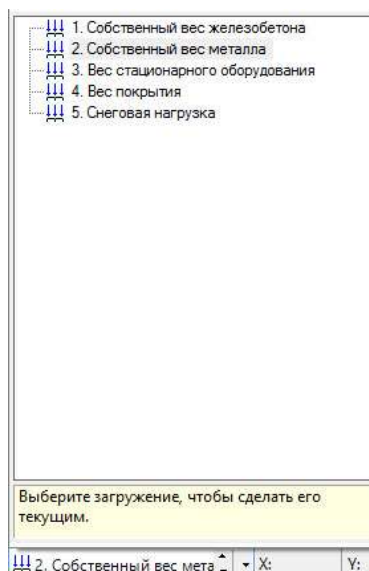

Рис. 3.42 Панель выбора активного загрузения
- После назначения собственного веса в первом загрузении активируйте второе загрузение, используя выпадающую панель загрузений на панели инструментов (Рис. 3.42).
- После назначения собственного веса во втором загрузении, активируйте третье загрузение, используя выпадающую панель загрузений на панели инструментов (Рис. 3.42).
- После назначения веса стационарного оборудования в третьем загрузении активируйте четвертое загрузение, используя выпадающую панель загрузений на панели инструментов (Рис. 3.42);